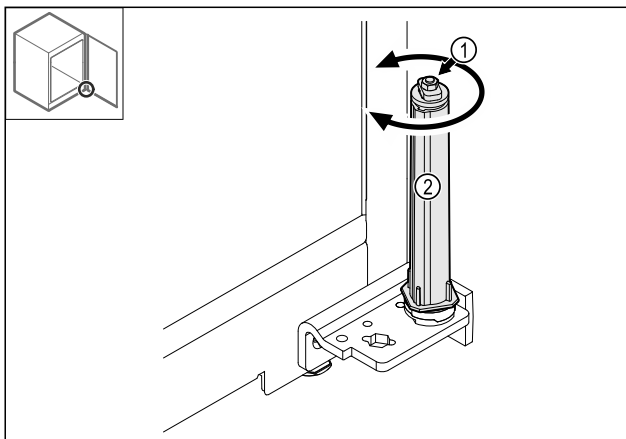

Fig. 31
- Verschraubung Fig. 31 (1) des Schließsystems nicht zerlegen.
- Schließsystem Fig. 31 (2) drehen, bis es klickt.